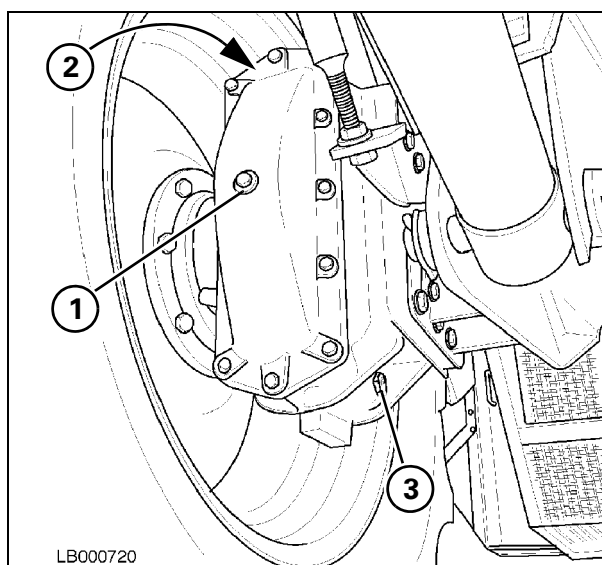

Рис. 67
**60. Картеры конечного привода - Рис. 67**